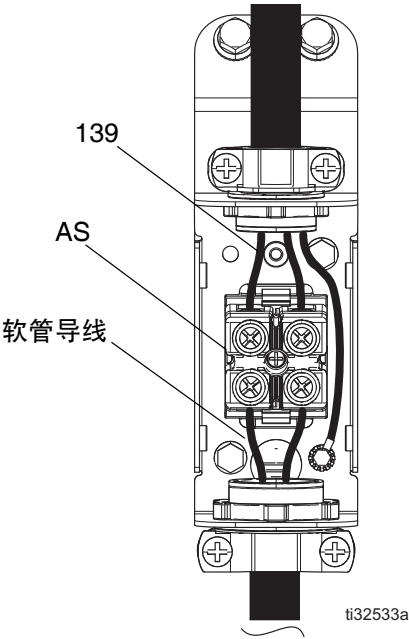

图 70
3. 在软管电气接线盒中关闭断路器 CB5，并断开软管导线连接。请参见图 70，第 71 页。
- b. 如果存在连续性，则在电气接线盒中重新连接软管导线。请参见图 70，第 71 页。打开断路器 CB5。关闭电气外壳门（173），然后拧紧螺栓（68）。